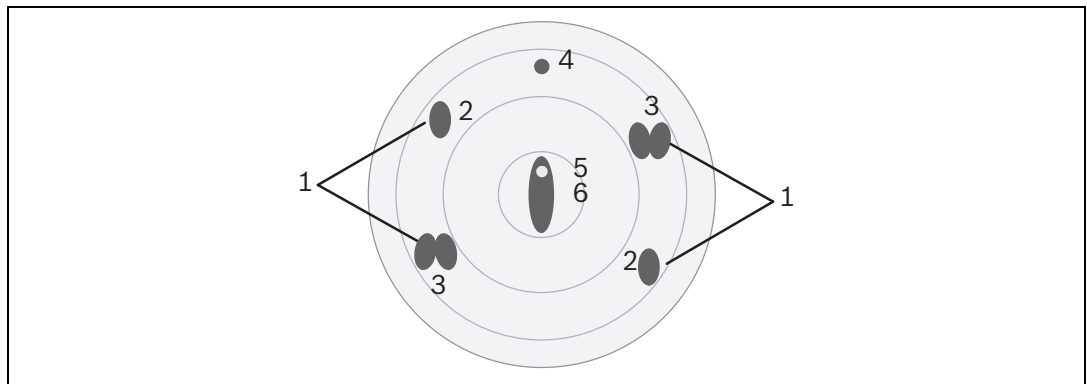
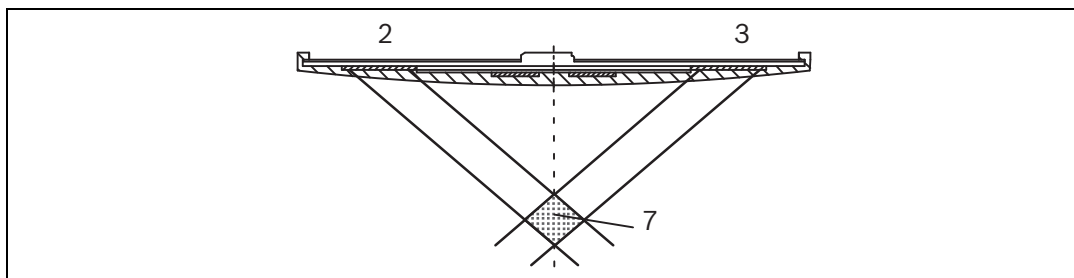

Figure 1.3 Façade du détecteur avec capteurs
Figure 1.4 Vue de côté du couvercle du détecteur
Le capteur optique (voir *Figure 1.3 (1)*) fonctionne suivant le principe de la dispersion de la lumière.
Les voyants DEL (voir *Figure 1.3 (3)*) transmettent la lumière avec un angle défini dans la zone de mesure (voir *Figure 1.4 (7)*). En cas d'incendie, la lumière est dispersée par les particules de fumée et heurte les photodiodes (voir *Figure 1.3 (2)*), qui transforment la quantité de lumière en un signal électrique proportionnel.
Le détecteur de gaz (voir *Figure 1.3 (4)*, FCP-OC 520(-P) uniquement) détecte essentiellement le monoxyde de carbone (CO) dégagé par un incendie, mais il est également sensible à l'hydrogène (H) et au monoxyde d'azote (NO).
Le capteur de contamination (voir *Figure 1.3 (6)*) mesure et analyse en permanence le niveau de contamination de la surface du détecteur. Un affichage de la contamination en trois étapes peut être lu pendant la maintenance (voir *Section 5 Maintenance et entretien, Page 28*).